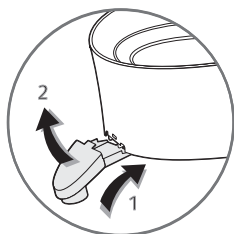

fig.1
- Присоедините носик (**F**) к сокоприемнику (**E**) - см. Рис. 1.